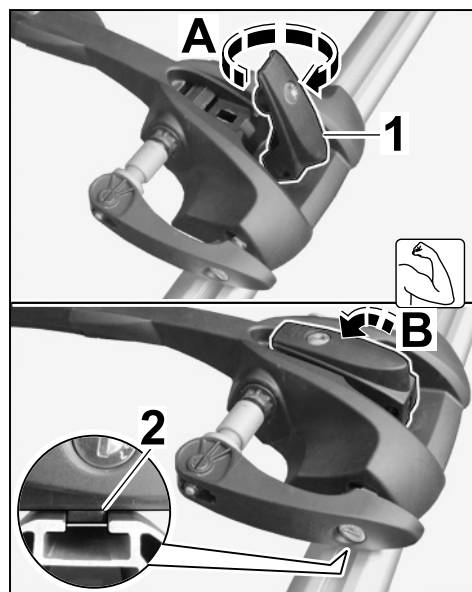

Figura 23
- 5.6.1 Girar la palanca tensora del alojamiento para la horquilla de la rueda delantera de 10 a 12 vueltas en el sentido de las agujas del reloj (⇒ *Figura 23 -A-*).
Observar que las guías (parte inferior del alojamiento para la horquilla de la rueda delantera) entren correctamente en la ranura del soporte del sistema de transporte de techo (⇒ figura 23, lupa).
- 5.6.2 Abatir la palanca tensora con fuerza hacia el alojamiento para la horquilla de la rueda delantera (⇒ *Figura 23 -B-*).